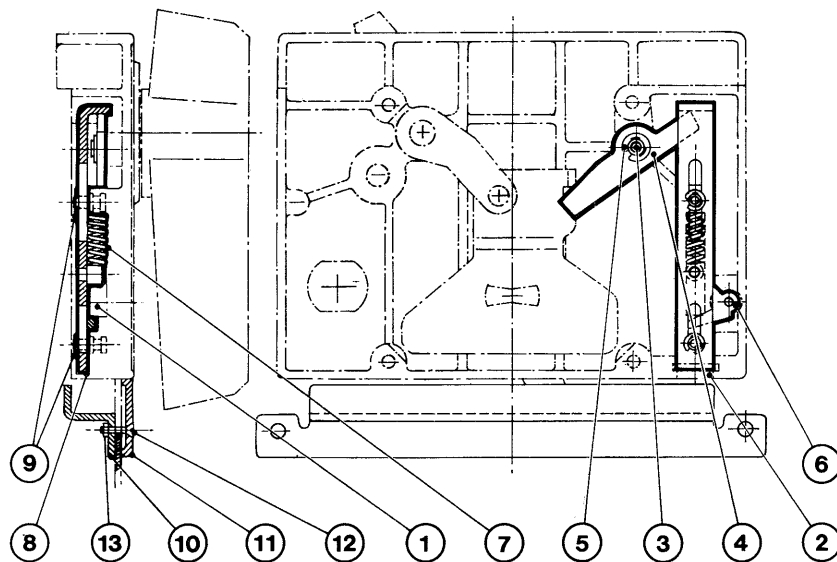

Fig. 23
- with the breaker open, if key (3) is turned by 90° extraction must be allowed while handle (13) must be locked
- with the breaker closed, key (3) cannot be turned while handle (13) must be free.
**9.6.5. Dispositivo di blocco portella** che impedisce l'apertura della portella ad interruttore chiuso (fig. 23)
- b - rompere il diaframma (1) sulla scatola dell'applicazione e sfilare il tassello (2)
- c - infilare sul perno (3) la levetta (4) bloccandola con l'anellino elastico (5)
- d - inserire la levetta (6) nel foro creato rompendo il diaframma (1)
- e - sistemare la molla (7) nell'apposita cava e montare l'asta (8) come in figura trattenendola con i due anellini elastici (9)
- f - rimontare il tassello (2)
**9.6.5. Door interlock (fig. 23)**